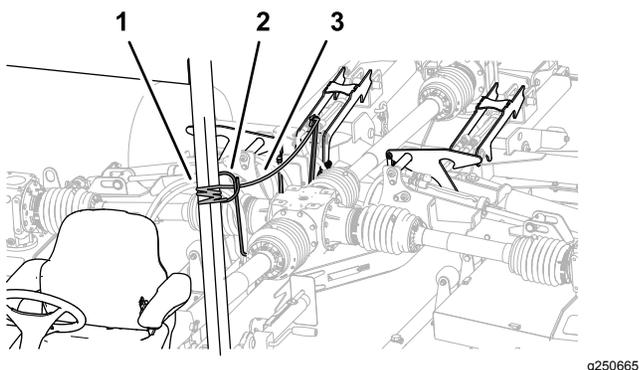

Рисунок 34
1. Проложите трос фиксаторов дек от направляющей шланга в сторону сиденья оператора (Рисунок 34).
2. Привяжите трос к неподвижному компоненту ходовой части буксирного автомобиля, например к трубе конструкции ROPS (Рисунок 34).